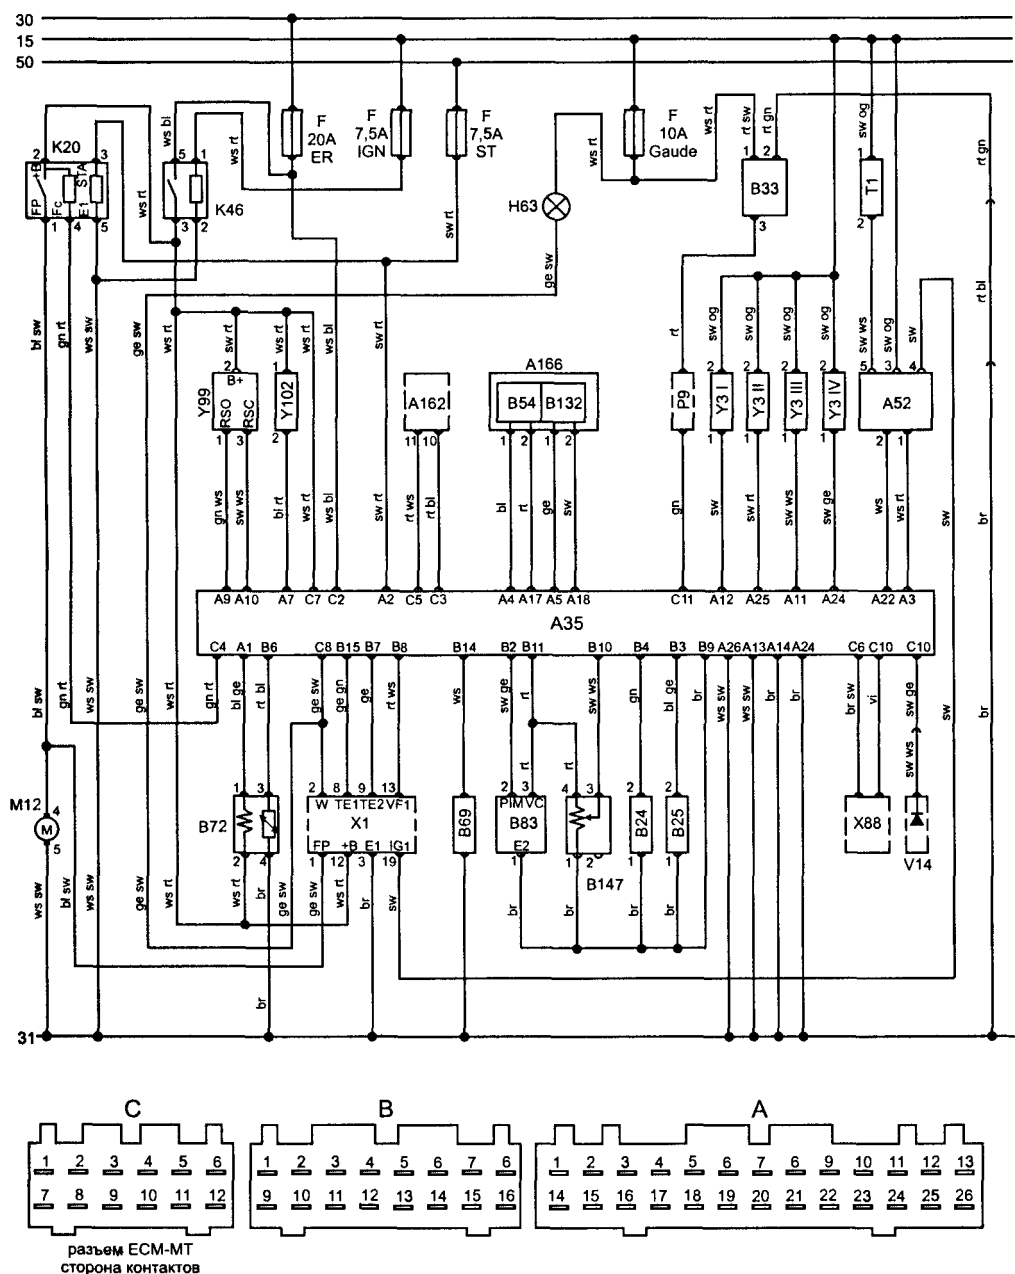

Рис. 2.7.1. Принципиальная схема ЭСУД «Toyota TCCS» в комплектации MT
Принципиальная схема ЭСУД Toyota Carina E 1995—1998 гг. выпуска для двигателя 7A-FE в комплектациях с ручной (MT) и автоматической (AT) трансмиссией, приведена на рис. 2.7.1 и 2.7.2 соответственно.
На рис. 2.7.1 и 2.7.2: